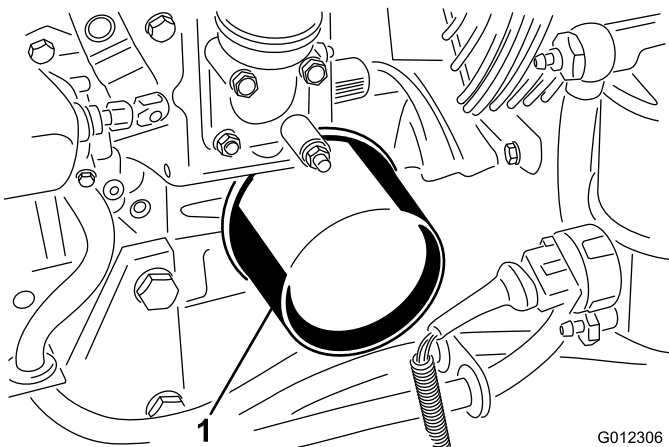

Figure 32
3. Enlevez le filtre à huile (Figure 32).